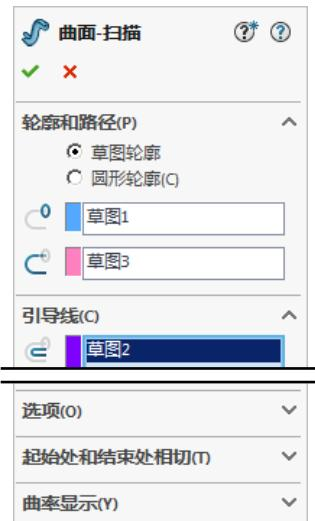
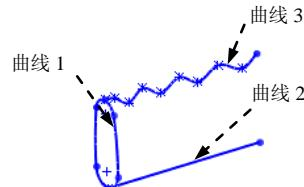

图 6.4.10 “曲面-扫描”对话框
图 6.4.11 定义轮廓曲线
Step2. 选择命令。选择下拉菜单插入(I) → 曲面(S) → **扫描曲面(S)...**命令，系统弹出图 6.4.10 所示的“曲面-扫描”对话框。
Step3. 定义轮廓曲线。选取图 6.4.11 所示的曲线 1 为扫描轮廓。
Step4. 定义扫描路径。选取图 6.4.11 所示的曲线 2 为扫描路径。
Step5. 定义扫描引导线。在“曲面-扫描”对话框的**引导线(C)**区域中单击√后的列表框，选取图 6.4.11 所示的曲线 3 为引导线，其他参数采用系统默认设置值，如图 6.4.10 所示。